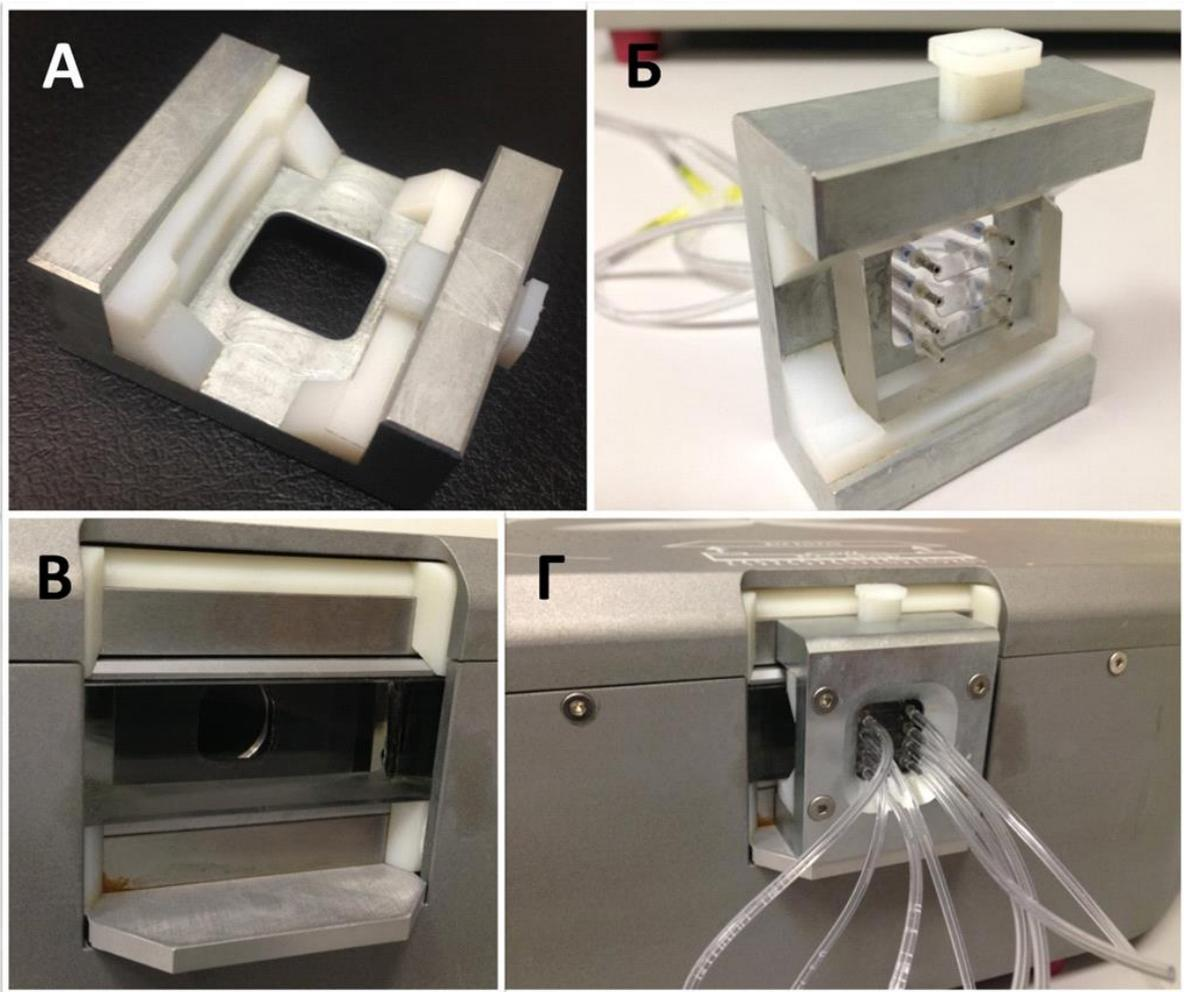

Рисунок 6 – А: Держатель проточной кюветы (ДПК) ; Б: ДПК с проточной кюветой ; В: посадочное место ДПК; Г: установленный ДПК с проточной кюветой
1.2.4 Очистить проточную кювету мягкими салфетками, смоченными этиловым спиртом и ацетоном. Подсоединить трубки к входному и выходному отверстиям проточной кюветы. Зафиксировать проточную кювету с трубками в магнитном держателе (рисунок 6).